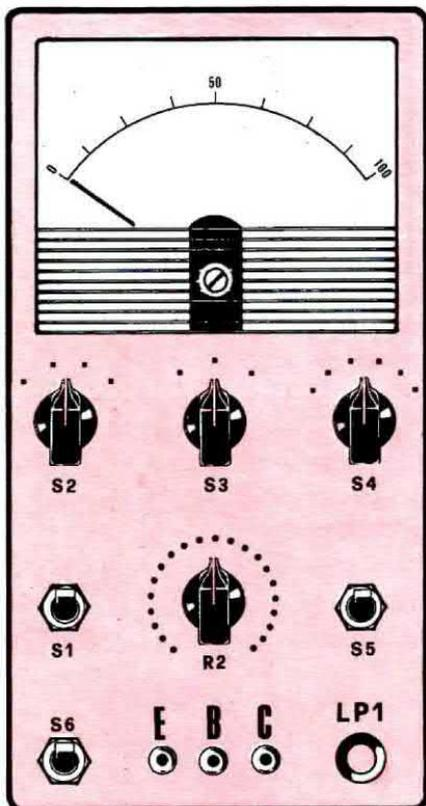

Fig. 10. Il pannello frontale del vostro provatransistor, può essere realizzato prendendo come spunto il disegno che vi presentiamo.
1. prendete una pila da 4,5 volt, un potenziometro da 100.000 o 220.000 ohm e realizzate il circuito di fig. 10. Nel collegare il potenziometro abbiate cura di ruotarlo in modo che in serie allo strumento risulti inserita tutta la resistenza ohmica offerta dal potenziometro. Ruotate ora lenta-
4. senza toccare il potenziometro, interrompete la corrente tramite il deviatore S1 (vedi schema fig. 10) dopo di che togliete la resistenza e le resistenze poste in parallelo che sono servite per modificare la sensibilità dello strumento da 100 microampère (0,1 milliampère) a 1 milliampère e che dovranno poi essere applicate sul commutatore S4;